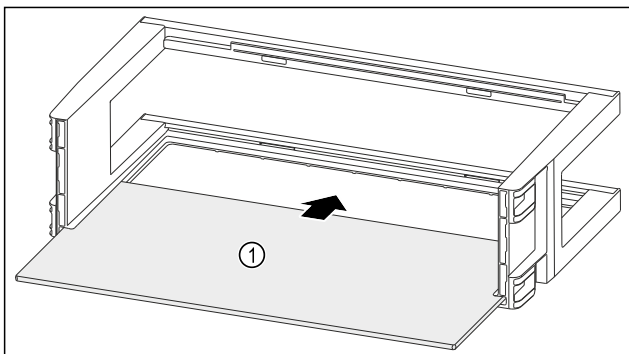

Fig. 113
- Всуньте полицю Fig. 113 (1) в бокові пази.